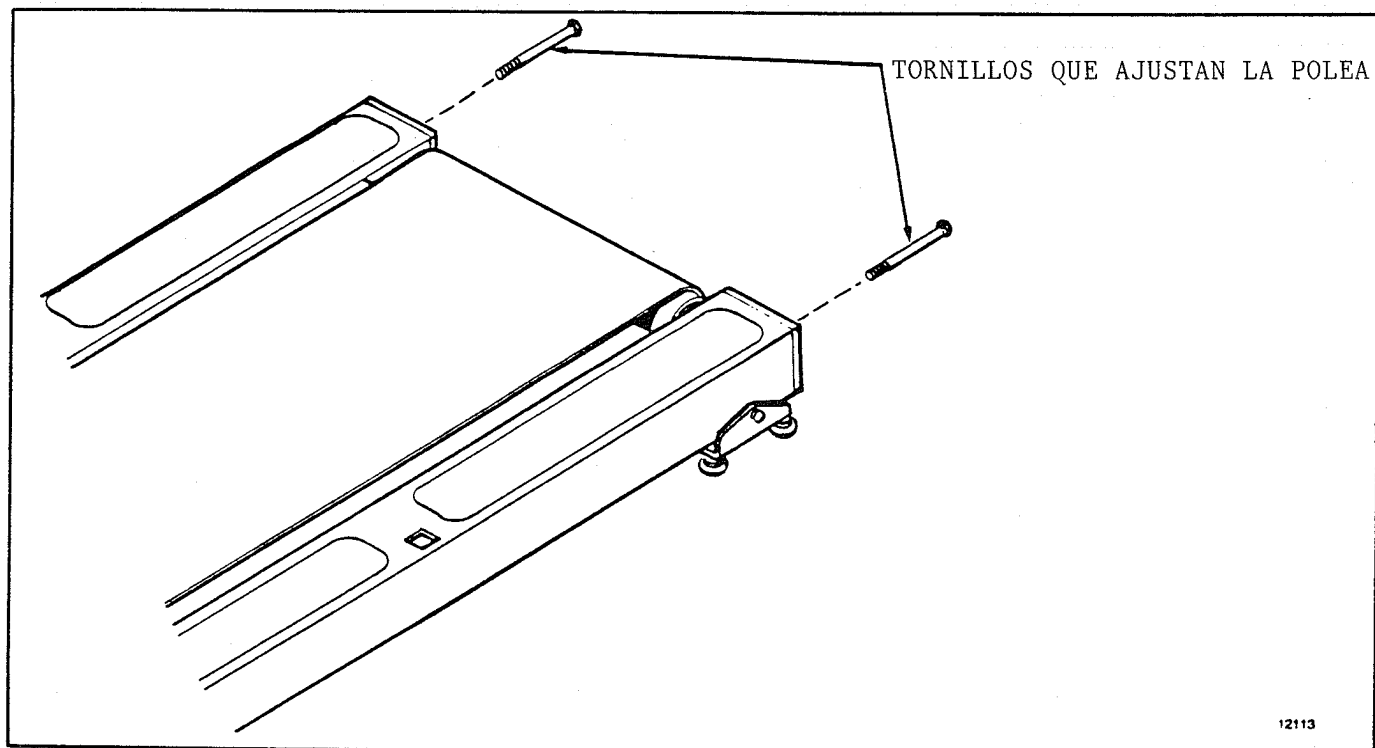

Figura 4
6. Si la correa de la banda sinfín se corre hacia la derecha, aprieta el tornillo del ajuste de la polea derecha en giros de incrementos de 1/8 hasta que la correa de la banda sinfín se corra hacia la posición correcta. Espera de 2 a 3 minutos entre cada ajuste para permitir que se estabilice la posición de la correa de la banda sinfín (véase Figura 4).
7. Si la correa de la banda sinfín se corre hacia la izquierda, aprieta el tornillo del ajuste de la polea izquierda en giros de incrementos de 1/8 hasta que la correa de la banda sinfín se corra hacia la posición correcta. Espera de 2 a 3 minutos entre cada ajuste para permitir que se estabiliza la posición de la correa de la banda sinfín (véase Figura 4).